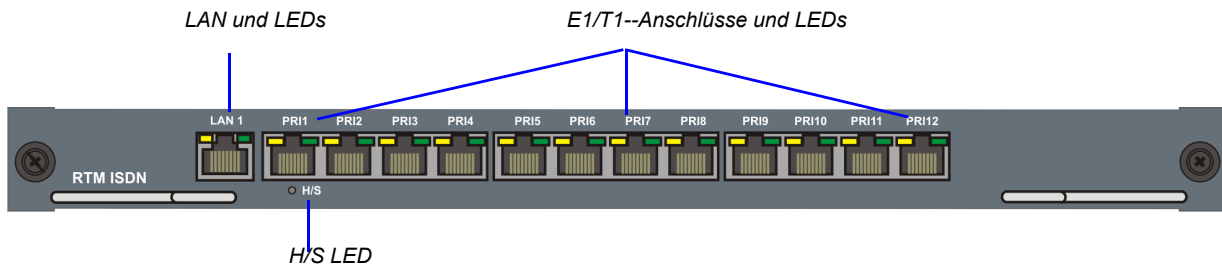

Abbildung 1-3 RMX 2000 Layout der RTM ISDN-Rückplatte
- 7 E1- oder 9 T1 PRI-Leitungen, die auf einen beliebigen der 12 Anschlüsse gesteckt werden können, wie in Abbildung 1-3 gezeigt.